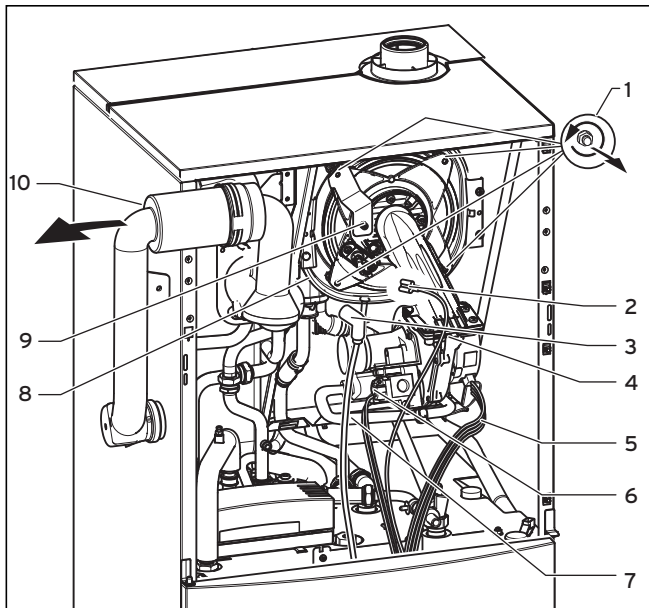

Abb. 8.2 Brennermodul ausbauen
- Trennen Sie die Gaszuleitung (7).
- Entfernen Sie die vier Muttern (1), siehe Abbildung 8.2.
- Ziehen Sie das Brennermodul (4) vom Integral-Kondensations-Wärmetauscher (8) ab, siehe Abbildung 8.2.
- Erneuern Sie die Dichtung und die selbstsichernden Muttern (1, Abb. 8.2) am Brennermodul (Art.-Nr.: 0020025929) nach jedem Ausbau des Moduls (z. B. bei Wartungs- und Servicearbeiten).